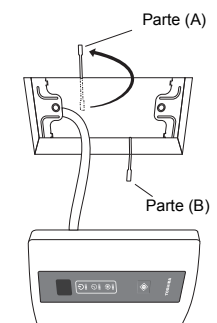

Fig.4
3. Utilice las partes (A) y (B) del soporte para que quede firmemente adherido al material del techo. (Fig. 4)